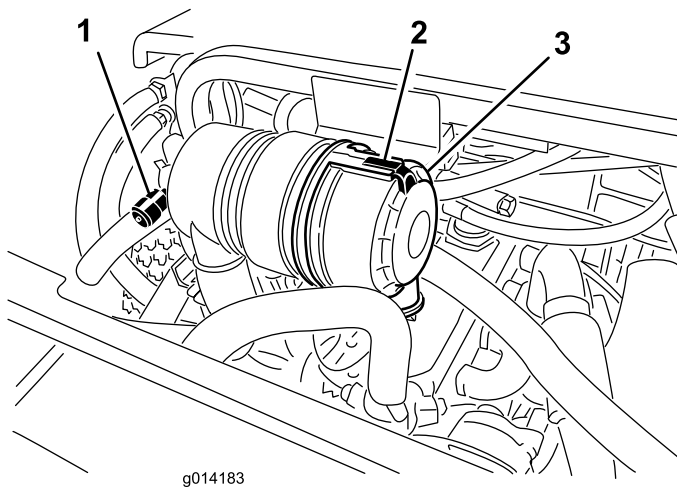

Figura 35
Revise el filtro del limpiador de aire únicamente cuando el indicador de mantenimiento (Figura 35) lo requiera. El cambiar el filtro antes de que sea necesario sólo aumenta la posibilidad de que entre suciedad en el motor al retirar el filtro.
1. Abra los enganches que sujetan la tapa del limpiador de aire a la carcasa del limpiador de aire (Figura 35).